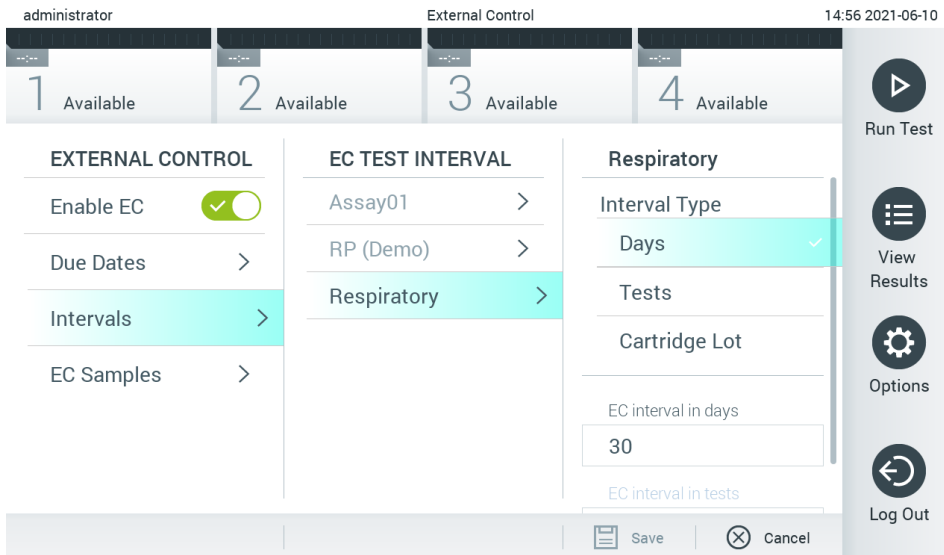

Figure 52. Écran External Control Intervals (Intervalles de contrôle externe).
- Sélectionnez **Intervals** (Intervalles), puis un dosage dans la liste pour configurer l'intervalle après. Un rappel s'affiche pour rappeler aux utilisateurs qu'un test de contrôle externe doit être effectué pour le dosage sélectionné si l'intervalle est dépassé (figure 52).